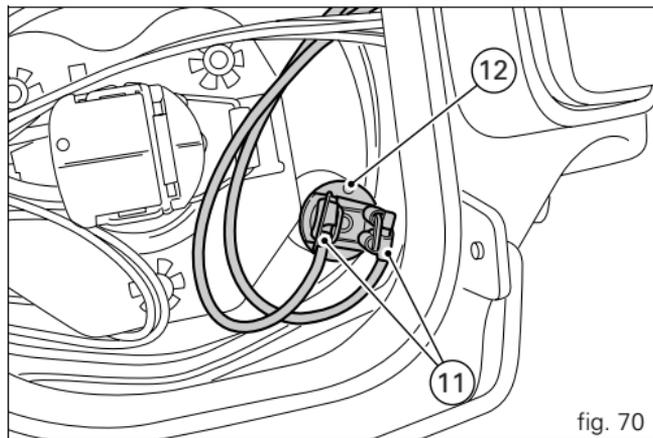

fig. 70
Desligue as ligações (11) dos terminais (fig. 70).